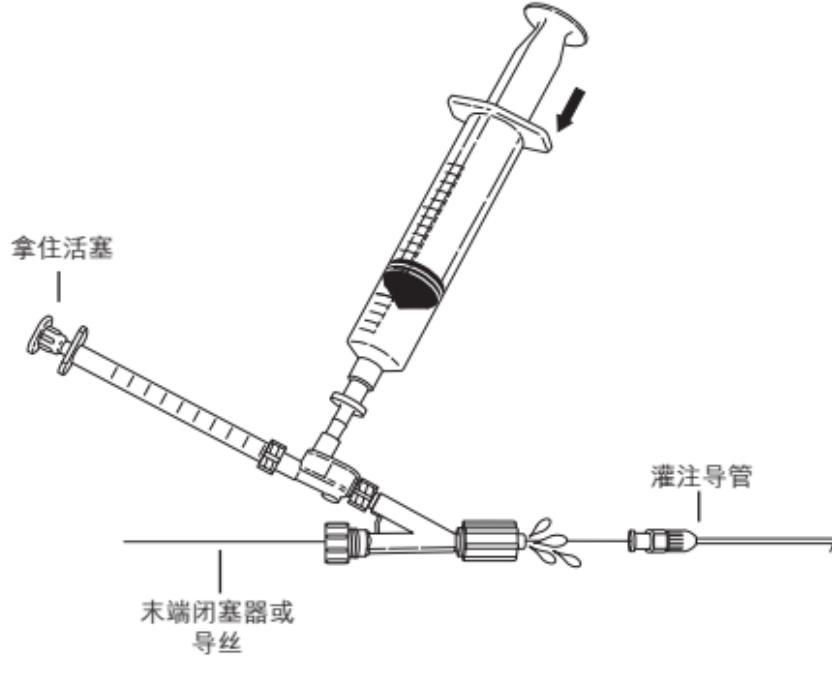

图5
7. 放松Tuohy-Borst阀，将双向止回阀和Tuohy-Borst接头组合装置沿末端闭塞器滑动，使之与灌注导管相连接。在将组合装置与导管连接之前，拿住1毫升注射器的活塞不动，推20毫升注射器以保证将装置中的所有气泡排出。在连接至灌注导管之前，在Tuohy-Borst接头的路厄扣锁装置中留下半月面的溶液量。**(图5)**